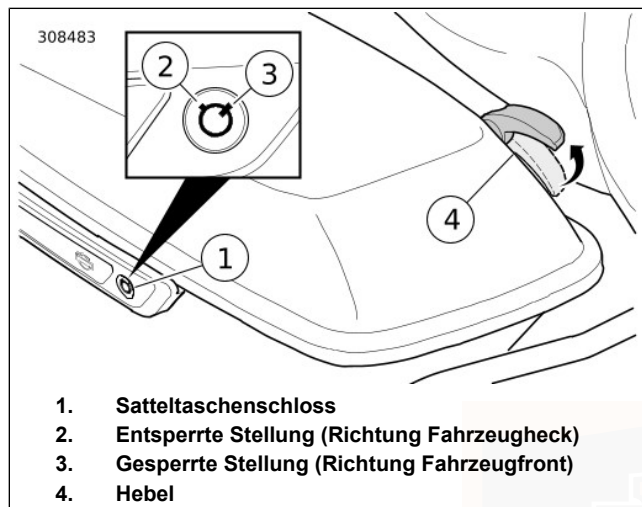

Abbildung 62. Satteltasche
1. Siehe Abbildung 62. Das Satteltaschenschloss mit dem Zündschlüssel entriegeln.
1. Siehe Abbildung 62. Den Satteltaschendeckel zuklappen.
1. Siehe Abbildung 62. Die Satteltasche öffnen.